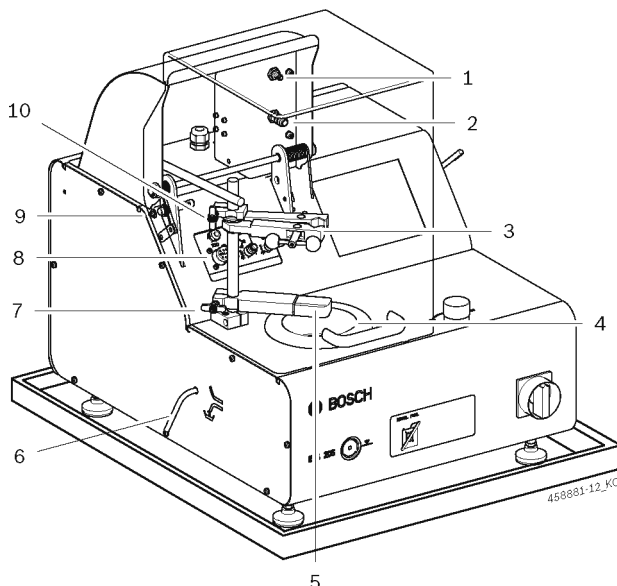

Рис. 3. Испытательные элементы
При промывке форсунок DHK/UI поверните промывочный дренаж (рис. 3, поз. 6) вниз, чтобы предотвратить сток загрязненной смеси из дизельного топлива и масла в бак для испытательного масла EPS 205. Для этого на верстак под промывочный дренаж необходимо установить емкость (слева рядом с EPS 205).
4. Зафиксируйте топливоприемную камеру в штатном положении посредством специального держателя (рис. 3, поз. 5).